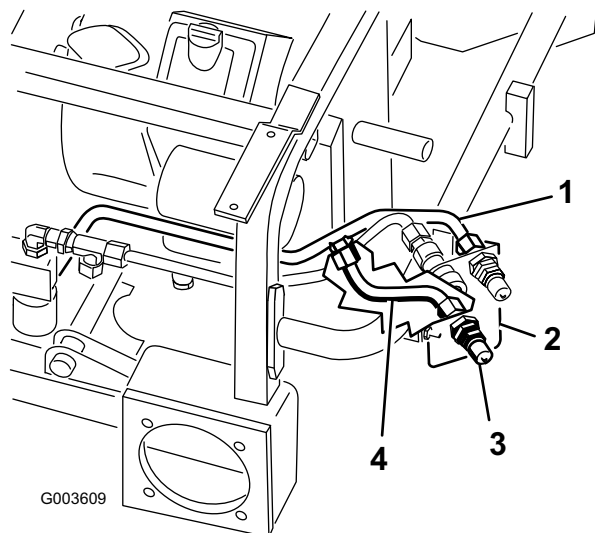

図 16
- 油圧ライン #5 を、油圧ライン #1 と下カップラ (オス) に接続する (図 16)。